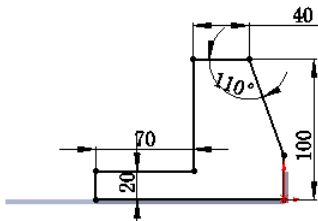

图 2.11 边线一法兰 2 草图
(3) 定义法兰参数。
① 定义法兰角度值。在**角度(G)**区域的  文本框中输入角度值 90.0。
② 定义长度类型和长度值。在“边线法兰”对话框**法兰长度(L)**区域的  下拉列表中选择**给定深度**选项,在  文本框中输入深度值 20.0。在此区域中单击“内部虚拟交点”按钮 。
③ 定义法兰位置。在**法兰位置(N)**区域中,单击“折弯在外”按钮 。
(4) 单击  按钮,完成边线一法兰 2 的初步创建。
(5) 编辑边线一法兰 2 草图。在设计树的  **边线-法兰2** 上右击,在系统弹出的快捷菜单上单击  命令,系统进入草图环境。绘制图 2.11 所示的草图。退出草图环境,此时系统完成边线一法兰 2 的创建。